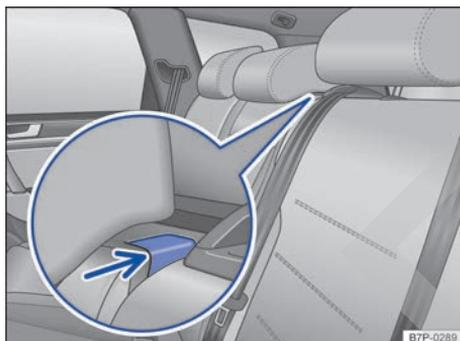

Fig. 212 En el respaldo del asiento trasero: tecla de desbloqueo.
- Presione la palanca de desbloqueo → fig. 212 (flecha) y abata la parte central del respaldo del asiento trasero completamente hacia delante → ⚠.